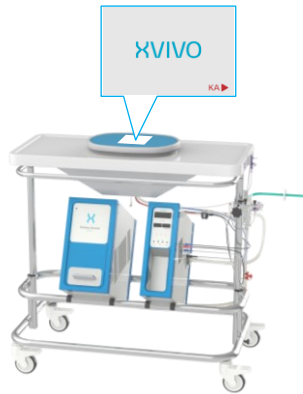

Figure 30 : Mise en place du deuxième couvercle.
- Placez le second couvercle sur le réservoir et assurez-vous que l'orientation est correcte, la flèche rouge en bas de l'étiquette doit être dirigée vers la pompe, voir la Figure 30.